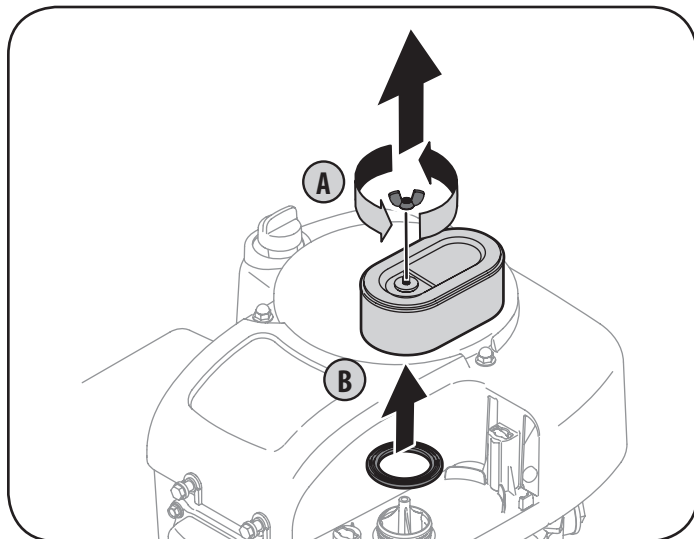

Figura 31
2. Retire el tornillo de mariposa (A). Vea la Figura 31.
3. Tire hacia arriba y retire el filtro de aire y el sello de base (B). Vea la Figura 31.